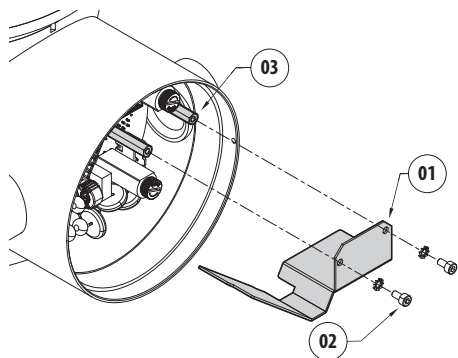
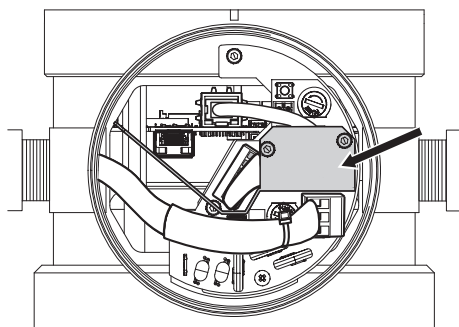

Fig. 18
Fig. 19
Закрепите барьер (01) с помощью специальных винтов и шайб (02) к подготовленным разделителям (03) (Fig. 18, страница 32 и Fig. 19, страница 32).